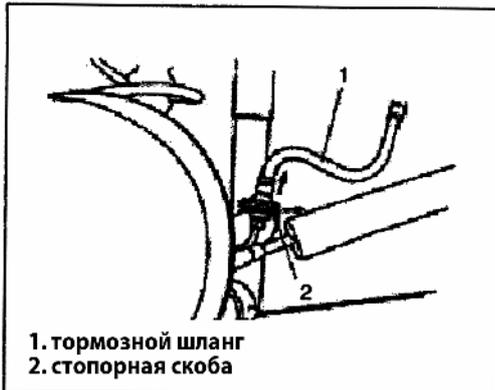

Рис. 572
- 4) Снимите стопорную скобу тормозного шланга (Рис.572).